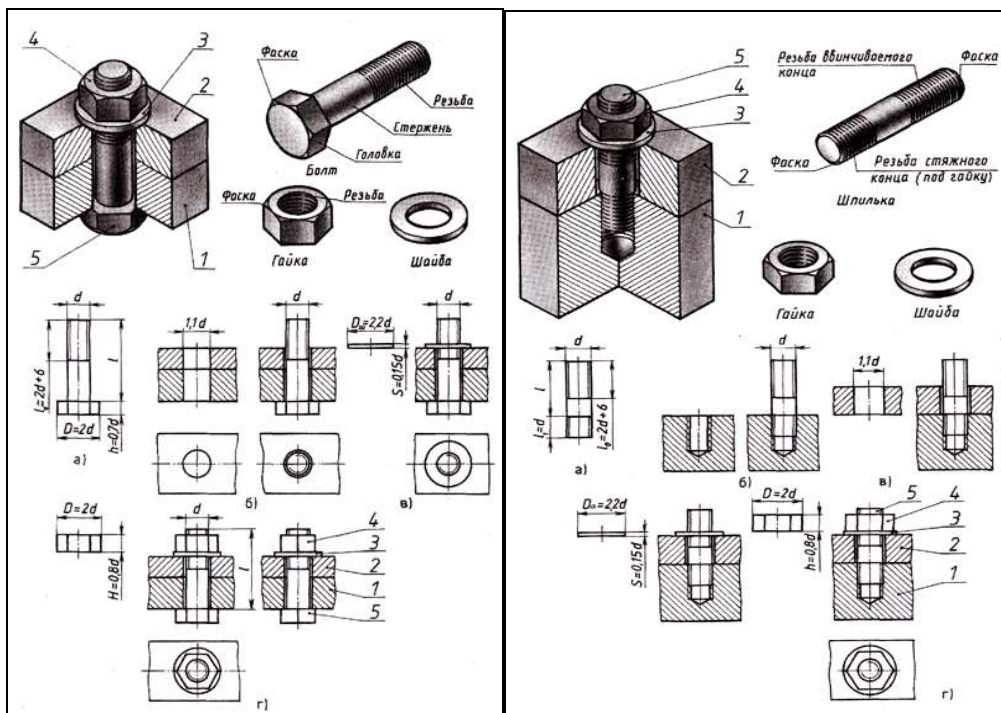

Рис.38,б Соединение болтом и шпилькой
3. Соединение деталей шпилькой применяют тогда, когда в одной из соединяемых деталей в связи с её реконструктивными особенностями нельзя или нецелесообразно сверлить сквозные отверстия. В соединении шпилькой входят: шпилька, шайба и гайка (рис.38,б).
Остальные размеры шпилечного соединения рассчитывают по приведенным условным соотношениям (рис.38,а)